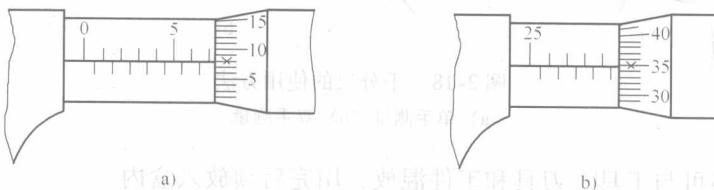

图2-15 千分尺的读数方法
(2) 千分尺的刻线原理 千分尺螺杆的螺距为 0.5mm , 当活动套筒转一周时, 螺杆就推进 0.5mm 。固定套筒(主尺)上每格刻度为 0.5mm , 活动套筒圆锥周上共刻 50 格, 因此当活动套筒转一格时, 螺杆就移动 $0.5\text{mm} \div 50 = 0.01\text{mm}$ 。
(3) 千分尺的读数方法 使用千分尺测量尺寸时要先看清固定套筒露出的数值(毫米或半毫米)是多少, 然后再看外套筒的刻线和固定套筒的横刻线所对齐的数值, 最后将两个数值相加就是千分尺对工件的测量值, 读数方法如图2-15所示。